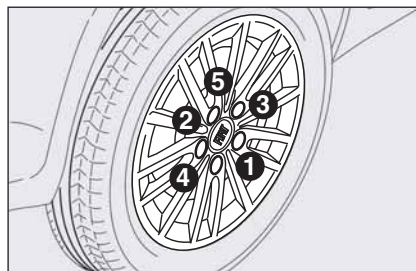

fig. 10
- en se servant de la clé fournie, serrer à fond les boulons selon l'ordre représenté par la **fig. 10**;